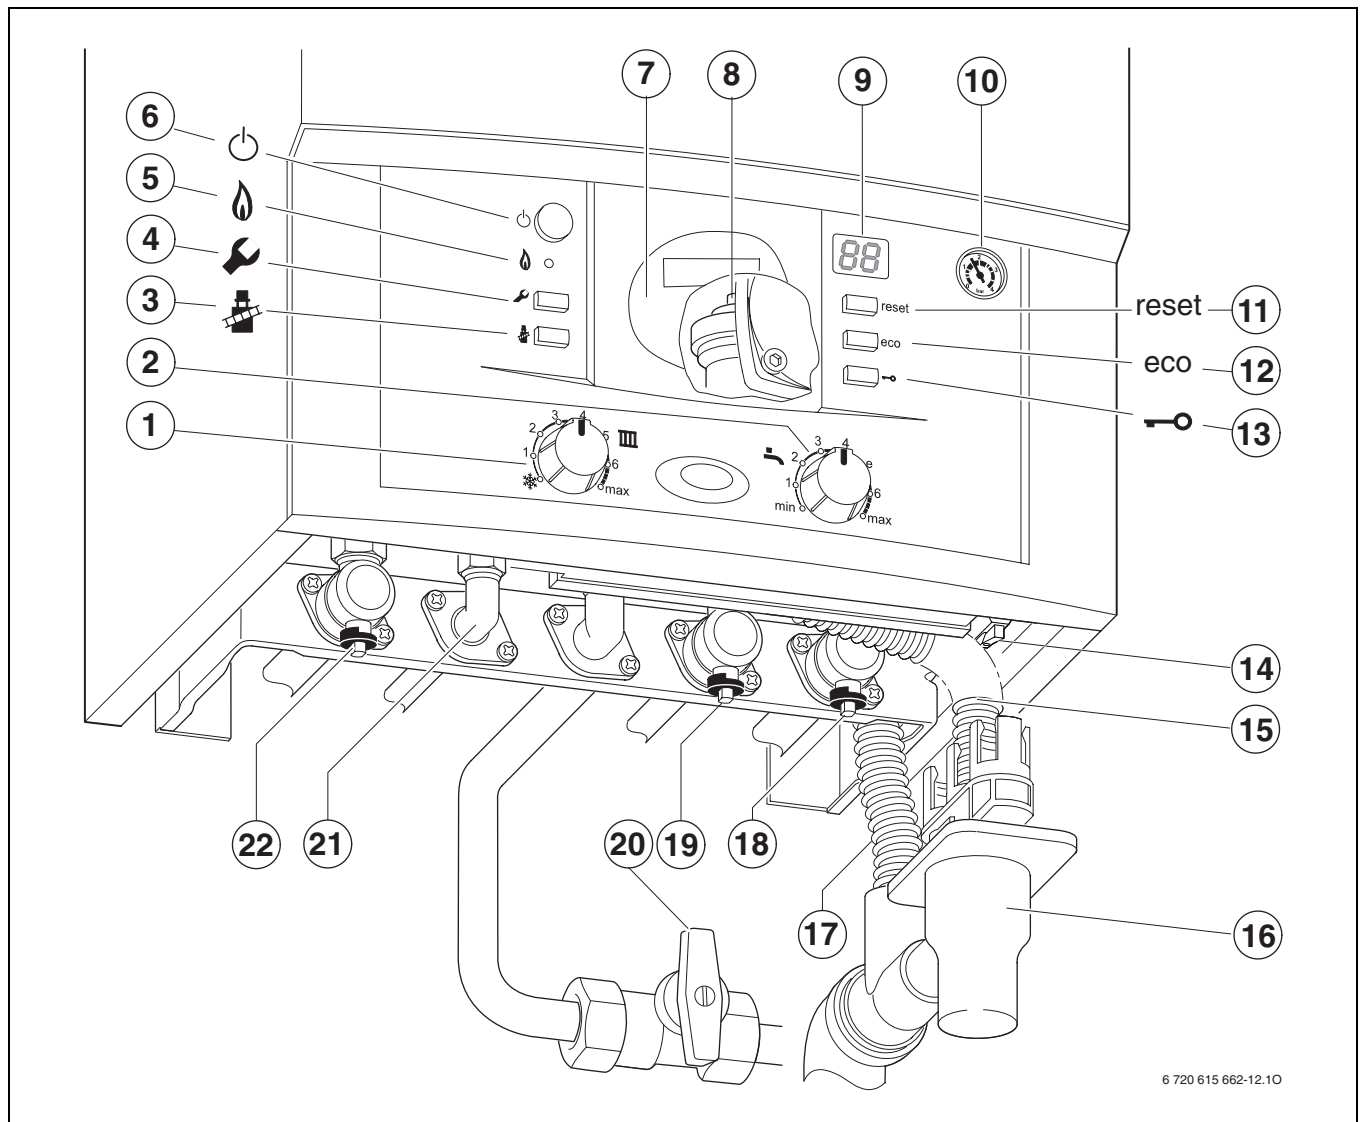

Fig. 20
- ▶ Abrir las llaves de impulsión y de retorno de la calefacción (18 y 22, fig. 20), llenar la instalación de la calefacción a 1 - 2 bar y cerrar la válvula de llenado.
- ▶ Abrir la llave del gas (20).